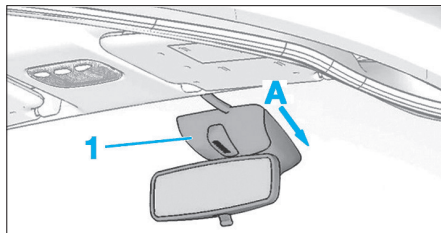

FIG. 1
- Selon équipement, déposer le cache du capteur (1) de luminosité en A (Fig.1).